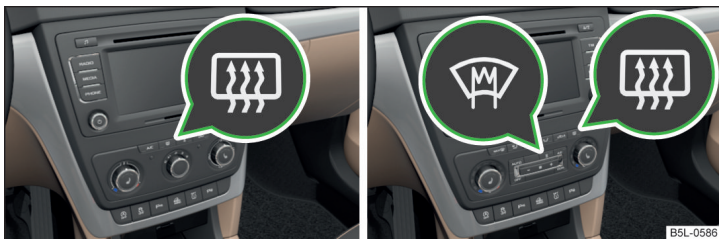

Fig. 49 Teclas para la calefacción del parabrisas y la luneta posterior: aire acondicionado manual / Climatronic
**Teclas para la calefacción (según el equipamiento del vehículo) » fig. 49**